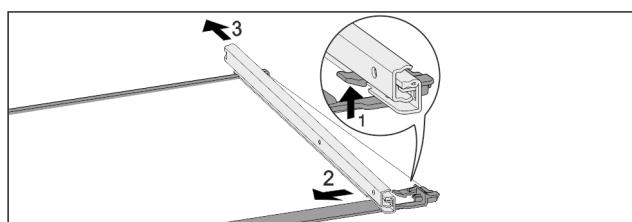

Fig. 139 Skleněná deska s kolejničkami
- Přední aretační háček zatlačte nahoru. Fig. 139 (1)
- Výsuvnou kolejničku vysuňte stranou Fig. 139 (2) a dozadu Fig. 139 (3).